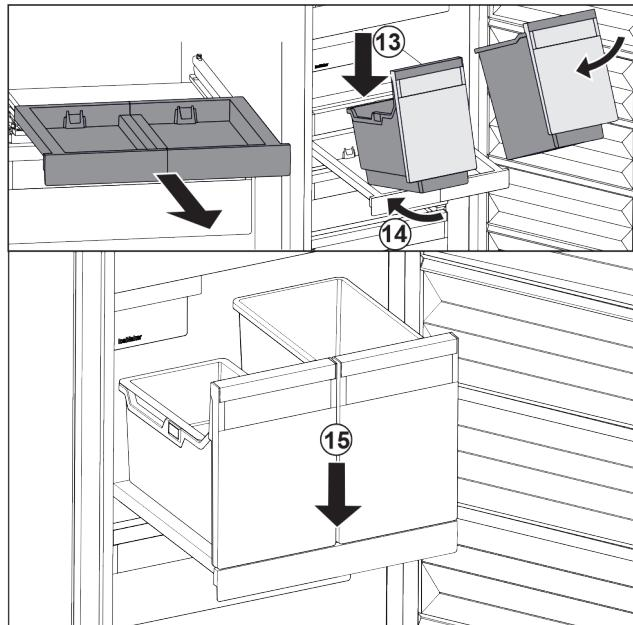

Fig. 35
- ▶ Встановити резервуар на витяжну панель навколо. Fig. 35 (13)
- ▶ Насунути резервуар навколо до заду. Fig. 35 (14)
- ▶ Резервуар опустити спереду. Fig. 35 (15)